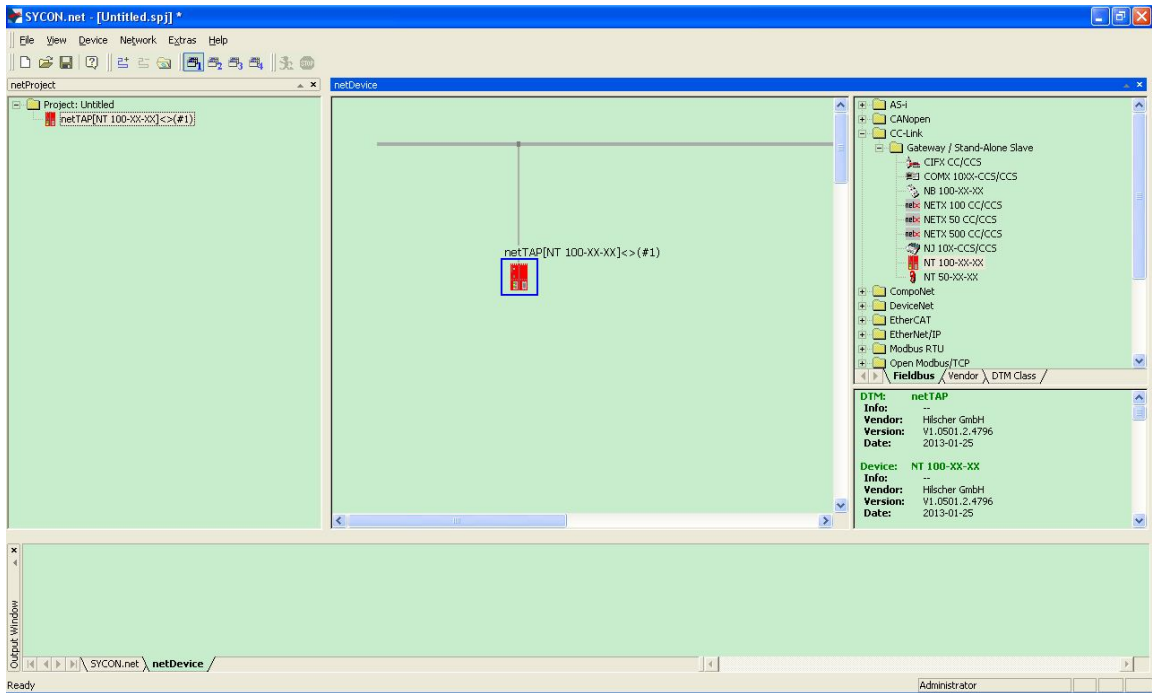

图 11
(11) 在软件界面右侧选择“Fieldbus”栏，将 CC-Link, Gateway / Stand-Alone Slave 文件夹中的 NT 100-XX-XX 图标拖放至中间区域的灰线下方，如图 11 所示：